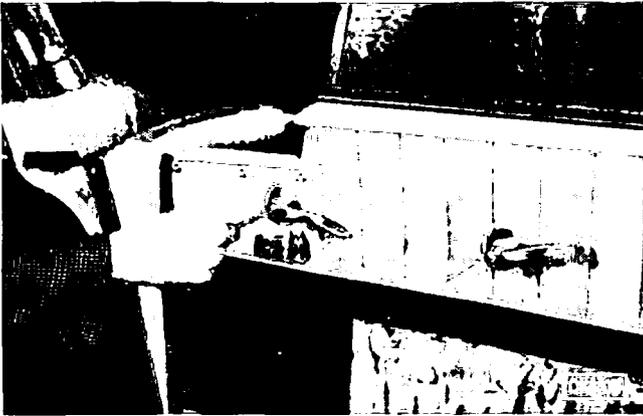

Abb. 27: Demontage der Klinken und der Türtapezierung
- 1) Die inneren Klinken des Türschlosses und des Fensterkurbelwerkes werden durch Lösen der Schrauben in der Klinkenmitte nach Abb. 27 freigemacht und die Deckschalen heruntergenommen.